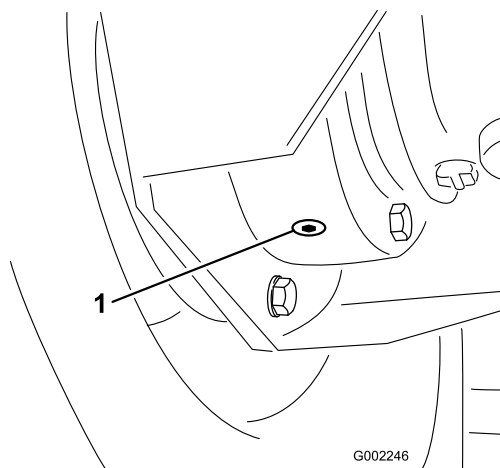

Figure 47
4. Placez un bac de vidange sous le bouchon de vidange intérieur et retirez le bouchon (Figure 47).